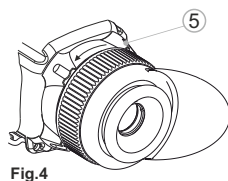

Fig.4
- Gire la anilla de bloqueo (5) del ocular en el sentido contrario a las agujas del reloj hasta que oiga un clic y desmonte el ocular (Fig.4).
- Saque la tapa (13) del adaptador girándola en el sentido inverso a las agujas del reloj.
- Instale el casquillo (14) en el adaptador (15) hasta el final (ver. Fig.4). **Importante! El casquillo debe instalarse con la parte angosta hacia adelante (ver el esquema).**
- Instale por completo el adaptador con el casquillo sobre el objetivo (17) del visor diurno (ver. Fig.4).
- Cambie la palanca (18) de la posición inicial "ABIERTO" a la posición "CERRADO" (ver. Fig.4).